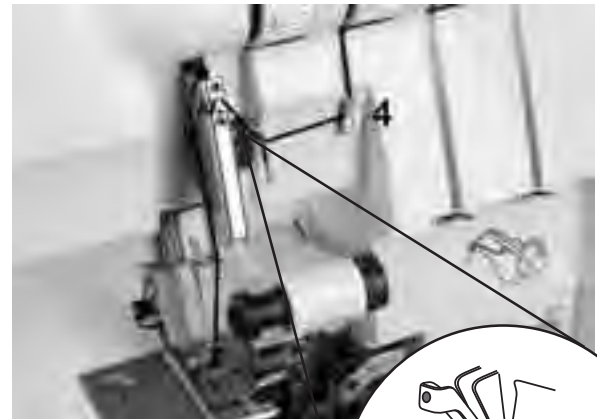

Abb.27
4. Fädeln Sie den Faden gemäß der grünen Markierungen ein (4- 7) (Abb. 27/28).